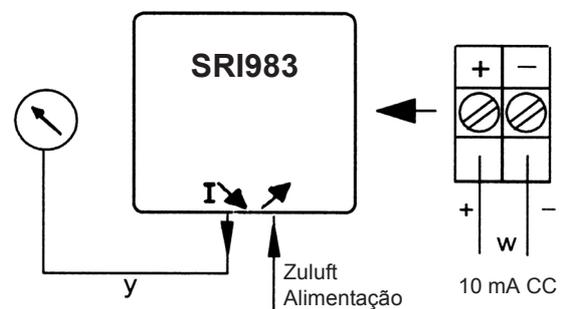

Figura 28: Circuito de teste para posicionador de simples ação.
- g) Conecte o posicionador conforme mostrado no circuito de teste da figura 28. Ligue o ar de alimentação com pressão de 1.4 bar.